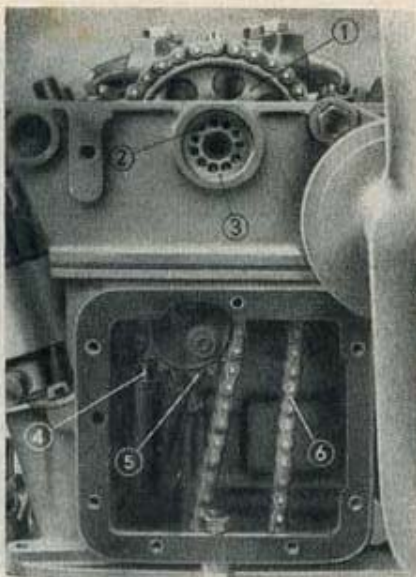

Fig. 9. - Messa in fase della distribuzione.
- d) A questo punto, fissare la posizione dell'ingranaggio (1-3) sull'albero distribuzione, piantando il grano di riferimento (2) nel foro dell'ingranaggio che viene a trovarsi in esatta corrispondenza con uno dei fori praticati nella flangia dell'albero distribuzione (vedi fig. 9).
N. B. - A partire dal motore 100 B - 28827 l'albero distribuzione reca sul supporto anteriore un foro di messa in fase. Introducendo in tale foro un perno di 5 mm. oppure il grano di riferimento (2), (vedi fig. 9), se esso è disponibile, basta per la messa in fase eseguire le operazioni b), d) ed e).